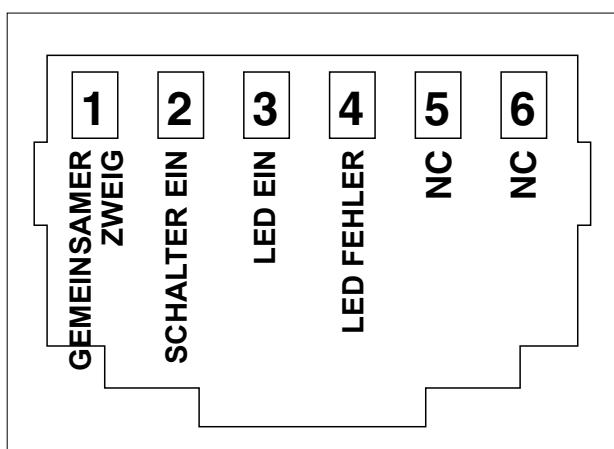

Abb. 11: RJ12-Anschluss mit Steckerstift-Signalbelegung
Gehen Sie unter Beachtung der Abb. 11 wie folgt vor, um den AC Power Analyser zu installieren:
3. Verbinden Sie die RJ12-Kommunikationskabel mit dem Wechselrichter (sofern vorhanden). Die Abbildung 11 zeigt, welcher Steckerstift welches Signal liefert.
7. Bauen Sie eine Sicherung, die für Ihre Verkabelung geeignet ist, in beide WS-Leitungen ein und schließen Sie die WS-Kabel am WS-Eingang an (Abb. 11, Pos. 1). Führen Sie den im Paket enthaltenen WS-Stecker mit Abdeckung ein.
Mindestens eins von jeweils drei MasterBus-Geräten muss in der Lage sein, den MasterBus mit Strom zu versorgen. Wenn Wechselspannung am Eingang anliegt (Abb. 11, Pos. 1), versorgt der AC Power Analyser den MasterBus.